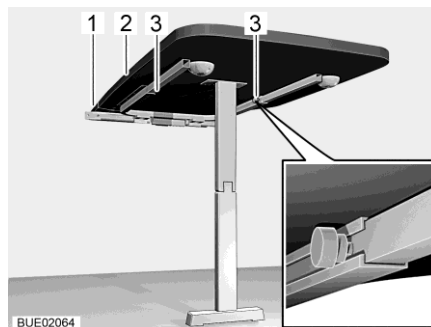

Fig. 135 Mesa colgante con pata de apoyo articulada
- Soltar dos tornillos moleteados (Fig. 135,3).
- Levantar ligeramente por delante el tablero de la mesa (Fig. 135,2) y extraer hasta el tope. La prolongación de mesa ahora está completamente extraída.
- Colocar la prolongación del tablero de mesa (Fig. 135,1) en la prolongación de mesa.
- Levantar ligeramente por delante el tablero de la mesa (Fig. 135,2) y extraerlo.
- Quitar la prolongación del tablero de mesa (Fig. 135,1) y guardarla de manera segura.